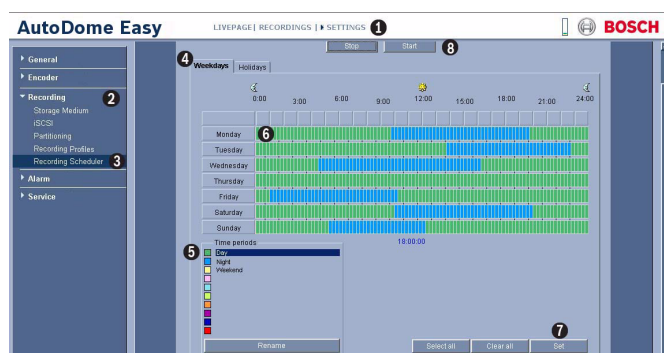

Figura 12.33 Menú Planificador de Grabación
1. Haga clic en la pestaña **Festivos** del menú Planificador de Grabación (consulte la *Sección Figura 12.33 Menú Planificador de Grabación, Página 130*). Los días que ya estén seleccionados se mostrarán en la tabla.